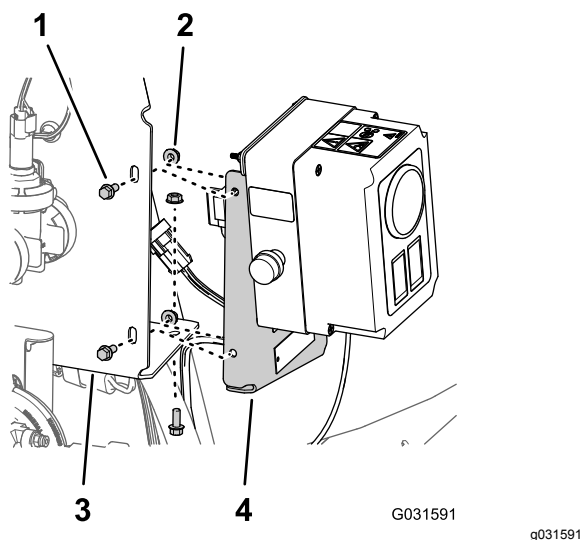

Figura 181
1. Allineate il flessibile della piastra di montaggio per la scatola di comando con i fori o le scanalature del supporto del collettore per le valvole dell'irroratrice (Figura 181).
2. Montate la scatola di comando sul supporto del collettore (Figura 181) con i 3 bulloni a testa flangiata ($\frac{1}{4}$ " x $\frac{5}{8}$ ") e i 3 dadi flangiati scanalati ($\frac{1}{4}$ ") che avete rimosso al passaggio 1 di Rimozione della scatola di comando dal supporto del collettore (pagina 14).